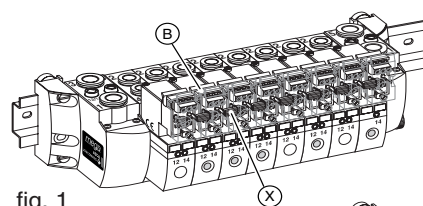

fig. 1
- **conectores IP20** (fig. 1) con Led y protección eléctrica integradas, con bornero de tornillo previsto para el montaje en armario. Sistema con conexión eléctrica parcialmente integrada ya que el común eléctrico de todos los pilotos del islote se puede establecer directamente mediante los puentes de unión (X)